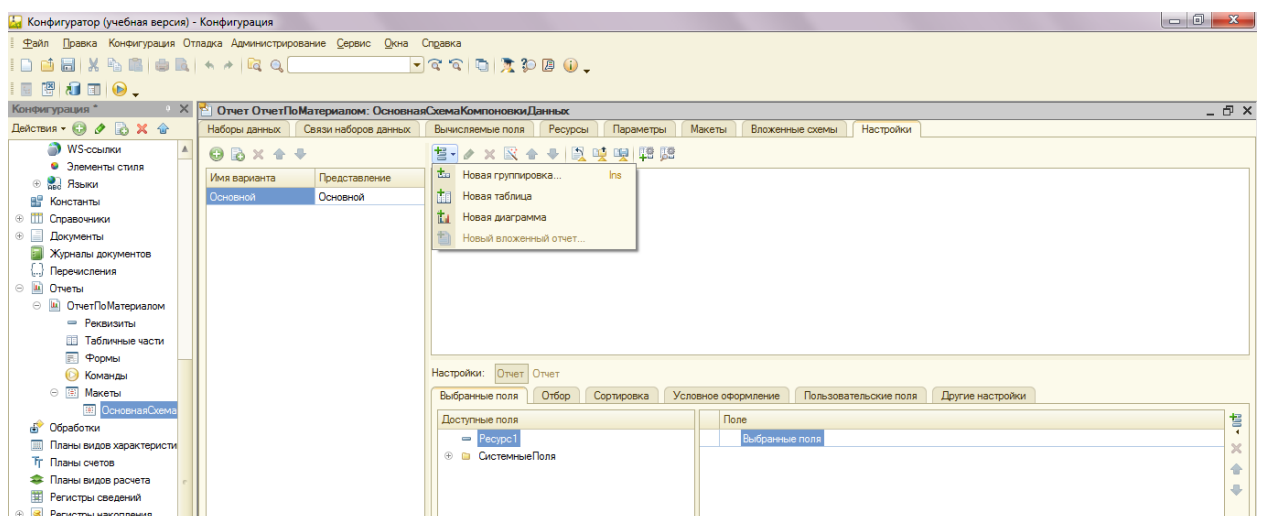

Рис.54. Пример создания группировки
6. При необходимости группировки данных воспользуйтесь примеров рис.54.